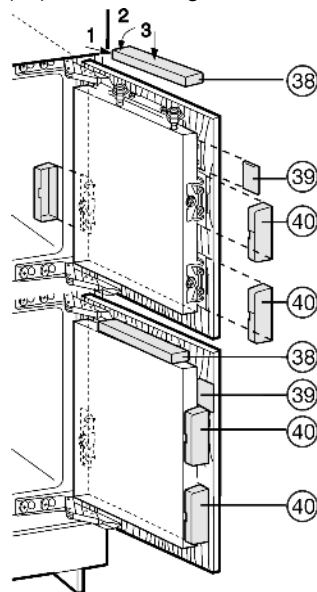

Fig. 31
- ▶ Plaats de bovenste afdekking Fig. 31 (38) erop en laat vastklikken.
- ▶ Afdekking aan de zijkant Fig. 31 (39) plaatsen, tot aan de aanslag schuiven, dan de afdekking vastdrukken tot die hoorbaar vastklikt.
- ▶ Afdekkingen Fig. 31 (40) opzij erop schuiven, dan met een schroevendraaier naar voren trekken, zodat ze vastklikken.